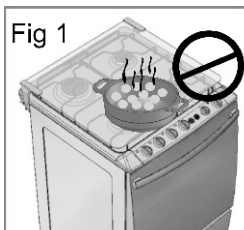

Fig 1
- Não coloque objetos sobre a tampa de vidro, ela pode quebrar-se causando acidentes. (Fig 1)